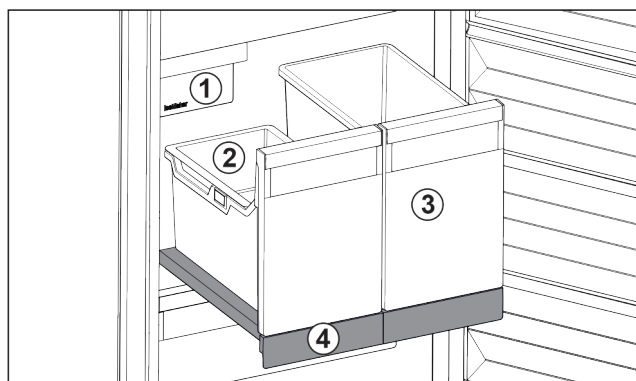

Fig. 95 Compartiment coulissant avec IceTower
Le compartiment coulissant comprend deux bacs hauts (IceTower). Le bac Fig. 95 (2) permet de recueillir et de stocker les glaçons de l'IceMaker. Les bacs Fig. 95 (3) sont conçus pour stocker des aliments hauts comme les pizzas et boissons alcoolisées.